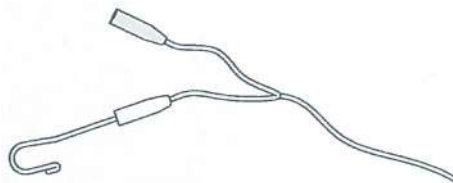

Рисунок 27
- 5.2.4 Вставьте эндо-файл в угловой наконечник и зажмите его удерживающим устройством, так как показано ниже (см. Рисунок 27).